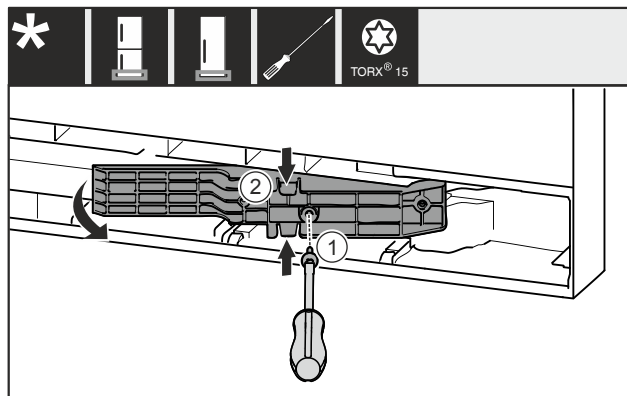

Fig. 22 \*
- ▶ Odstraňte šroub Fig. 22 (1)\*
- ▶ Adaptér Fig. 22 (2) nahore a dole mírně stlačte k sobě a vytáhněte.\*